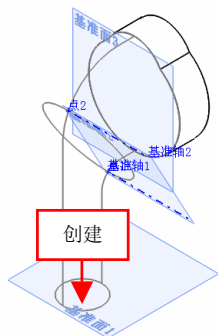

图 15-44 创建草图 6 对象
(15) 单击【草图绘制】按钮，选取模型表面为草图基准面，进入草图绘制环境，单击相应的按钮，在绘图区中绘制草图对象，退出草图绘制环境，创建草图 6 对象，如图 15-44 所示。